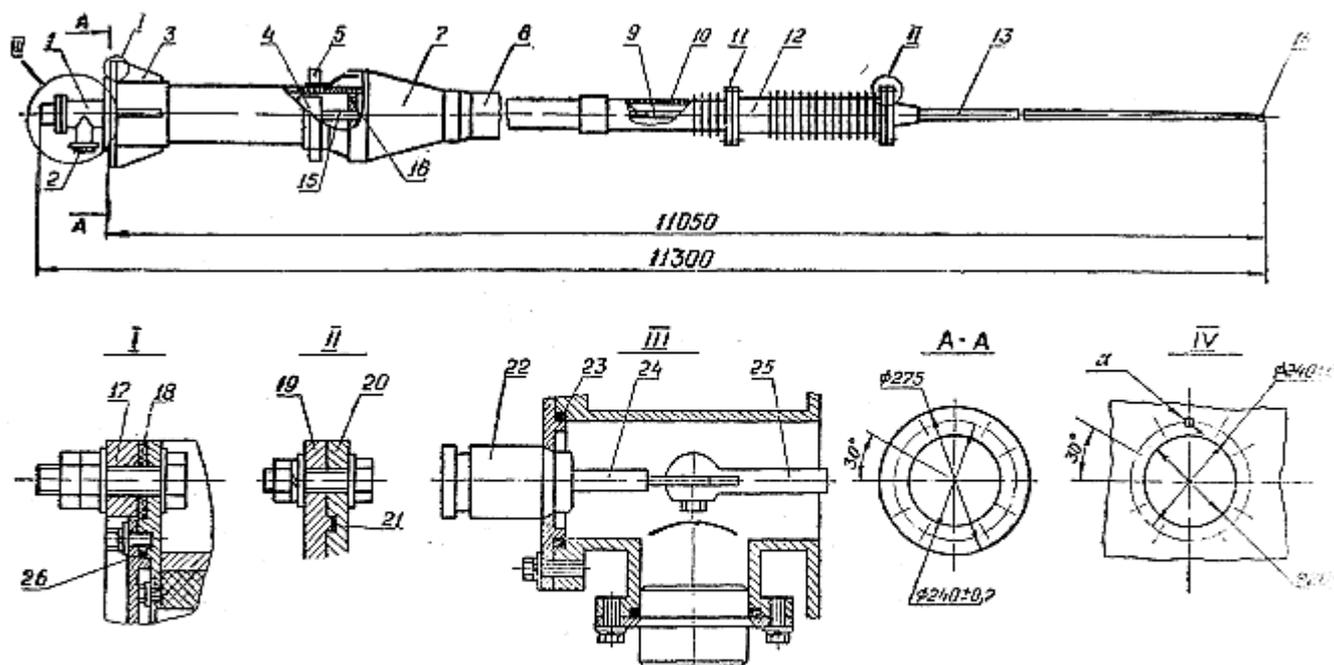
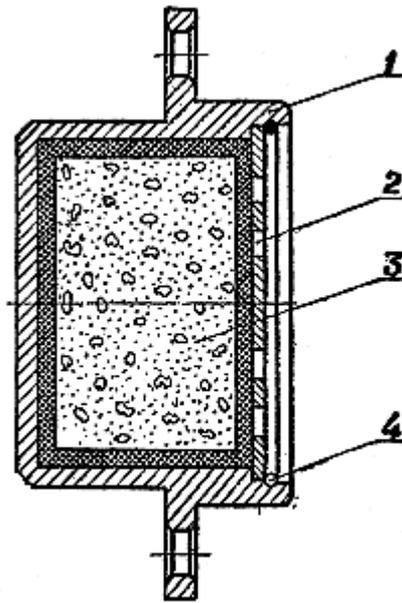

Рис. 1. Антенна ШПА-11 (общий вид)
Рис. 5. Осушитель
4.1 Ствол 8 антенны (рис. 1) выполнен из стеклопластика на основе полиэфирных смол. Ствол антенны — полый, имеет форму усеченного конуса.
- положить прокладку 21 (см. рис. 1) в канавку фланца 20 штыря;
проверить соответствие разметки отверстий под болты в фундаменте согласно рис. 1. Высота
6.14. Снять пружинное кольцо 4 и крышку 2 осушителя, извлечь из тары влагопоглотитель 3, освободить его от полиэтиленовой пленки, после чего произвести сборку осушителя (рис. 5) и закрепить его в окне тройника 1 (рис. 1).
б) проверить сопротивление изоляции антенны, которое должно быть не менее указанного в разд. 2, для чего один из проводов мегомметра соединить со штоком 25, а другой провод подсоединить к болту опорного стакана 3 (рис. 1). В случае, если сопротивление изоляции окажется меньше указанного в разделе 2, следует промыть наружную поверхность антенны пресной водой, внутреннюю поверхность узла поверхностной изоляции тщательно протереть ветошью, смоченной этиловым спиртом, предварительно сняв нижнюю часть узла поверхностной изоляции. После проведения указанных работ следует еще раз замерить сопротивление изоляции. Если сопротивление изоляции будет меньше указанного в разд. 2, необходимо убедиться в том, что во внутреннюю полость антенны не попала вода, сажа, пыль и т. д. В этом случае необходимо снять осушитель 2, отсоединить питающую жилу кабеля от штока 25 трансформатора, снять сальник 22 и тройник 1, вынуть из ствола спирально-экспоненциальный трансформатор 4, тщательно промыть все снятые узлы этиловым спиртом и поставить на место; при наличии повреждений заменить прокладки 26 и 23 из одиночного комплекта ЗИП;